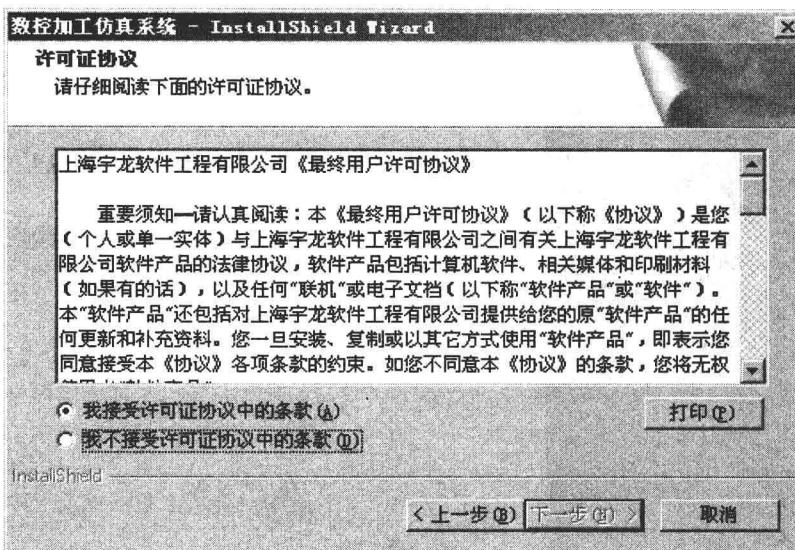

图 1-4 安装许可协议接受
- 6) 在系统接着弹出的软件许可证协议对话框中单击“我接受许可证协议中的条款”按钮，如图 1-4 所示。